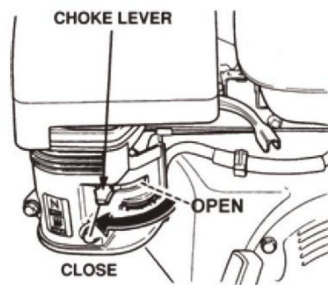

FIG.7
9.3 Placer le levier de starter (FIG. 7) en position "FERMÉ" si vous démarrez un moteur froid.
9.7 Si le moteur a démarré, ramenez lentement le levier de starter (FIG. 7) en position Poste libre. Si le moteur n'a pas démarré, répétez les étapes 1 à 6.